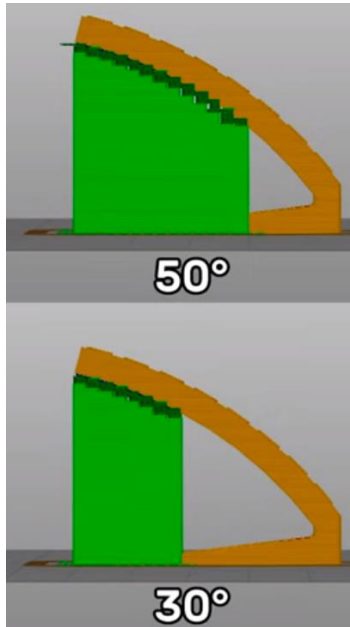

Рисунок 4.2 – Налаштувати кути кут при якому будуть будуватися підтримки в PrusaSlicer
- Поріг нависання, кут при якому будуть будуватися підтримки – рис. 4.2;